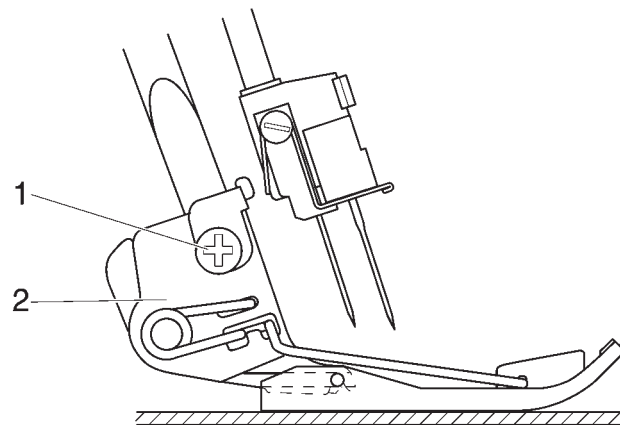

Рис. 5
- Ослабьте винт 1 лапкодержателя (рис. 5).